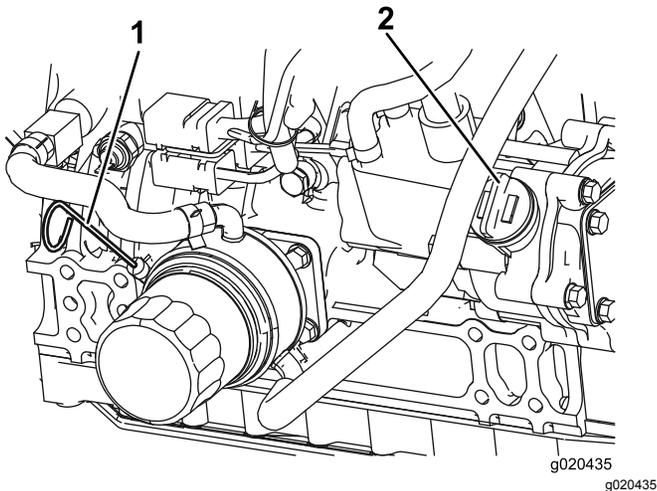

Bild 58
Hinweis: Der Ölstand sollte im sicheren Bereich liegen (Bild 58).
4. Wenn der Ölstand unter dem sicheren Bereich liegt, nehmen Sie den Fülldeckel ab (Bild 58) und gießen Sie genug Öl ein, um den Ölstand bis zur VOLL-Markierung anzuheben. **Füllen Sie nicht zu viel ein.**